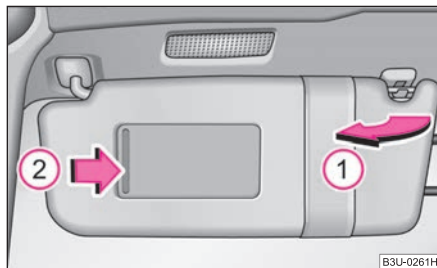

Abb. 46 Sonnenblende:
Die Sonnenblende für den Fahrer bzw. Beifahrer können Sie aus der Halterung herausziehen und zur Tür in Pfeilrichtung ① ⇒ Abb. 46 schwenken.